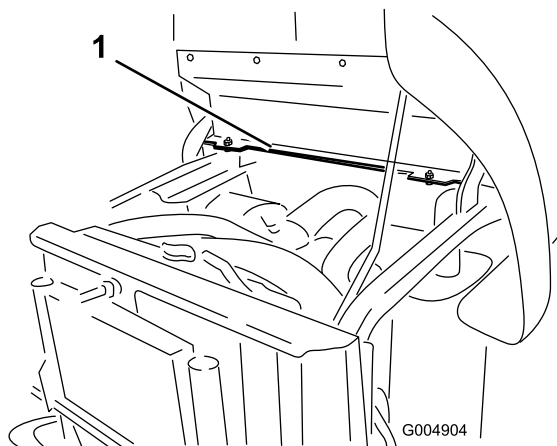

Figura 13
1. Localize os 2 orifícios de montagem no lado esquerdo do suporte de montagem da estrutura traseira (Figura 13).